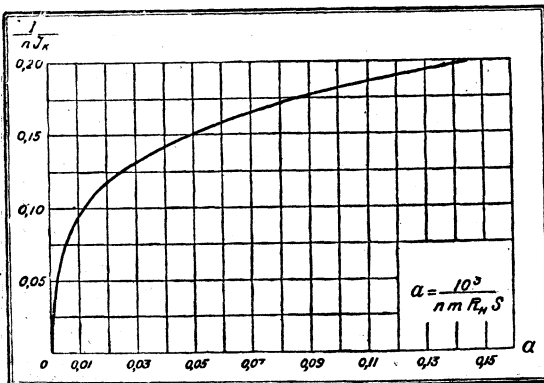
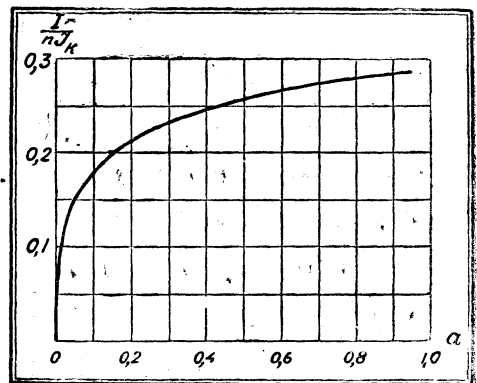

Рис. 1
Рис. 2
3) По кривой, изображенной на рис. 1 (если  $a$  получается больше 0,15 — берем рис. 2), ищем соответствующее нашему  $a$  отношение  $\frac{I}{n I_k}$ .